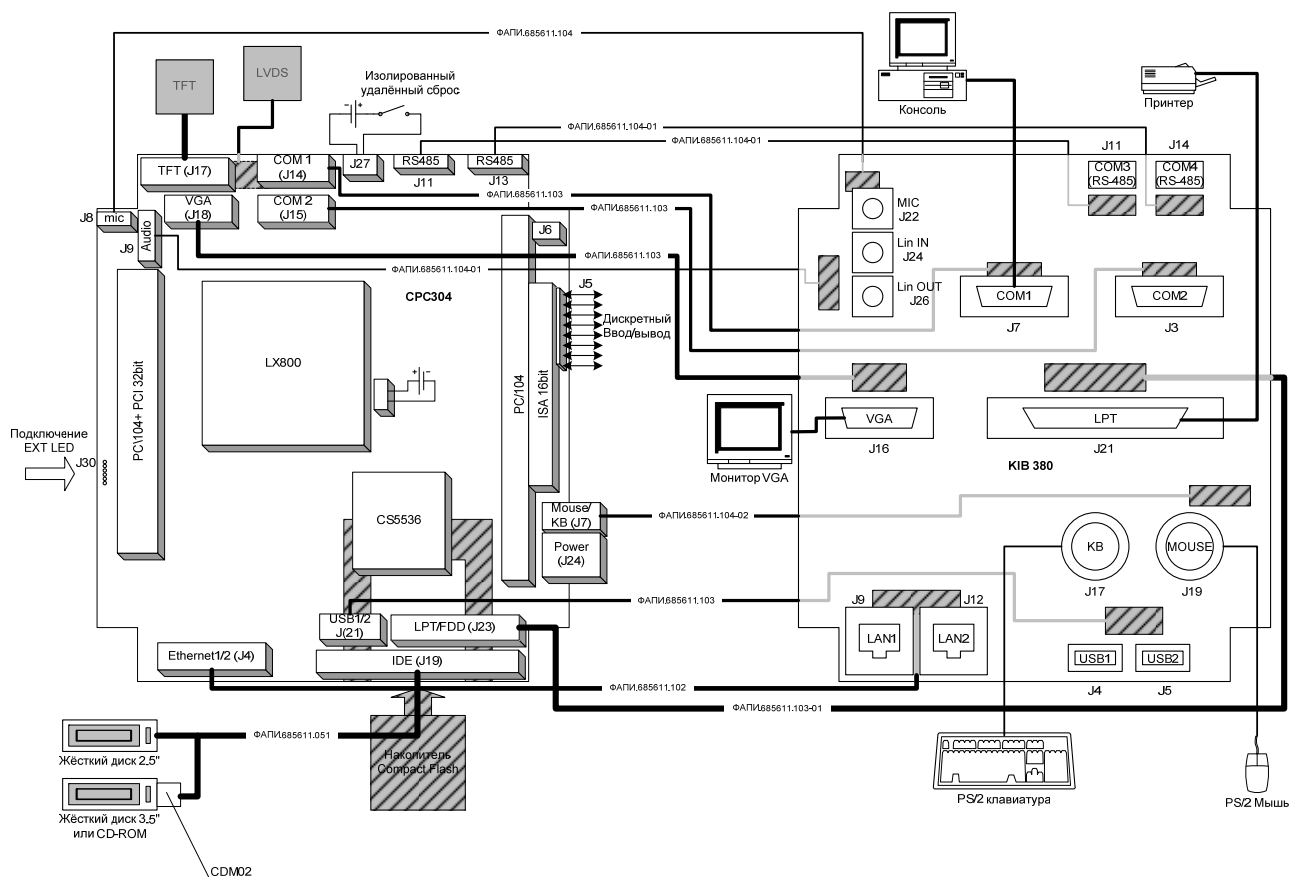

Рисунок 5.1 – Схема подключения внешних устройств к модулю
1) удалённая консоль (ПК с запущенной терминальной программой) через «нуль-модемный» кабель¹⁾ и кабель ACS00023 (ФАПИ.685611.082) из комплекта поставки модуля, например, к разъёму порта COM1²⁾ (J14) модуля или через «нуль-модемный» кабель непосредственно к стандартному разъёму порта COM1 (J7) интерфейсного модуля KIB380 (ФАПИ.469515.004) из дополнительных аксессуаров модуля (см. рисунок 5.1),
2) панель LCD (TFT/LVDS) соответственно к разъёмам портов: TFT (J17)/ LVDS (J16) или монитор RGB (VGA) непосредственно к стандартному разъёму порта VGA (J16) интерфейсного модуля KIB380 (см. рисунок 5.1);
2) PS/2 клавиатура к разъёму порта Mouse/KB (J7) модуля или непосредственно к стандартному разъёму порта KB (J17) интерфейсного модуля KIB380 (см. рисунок 5.1);